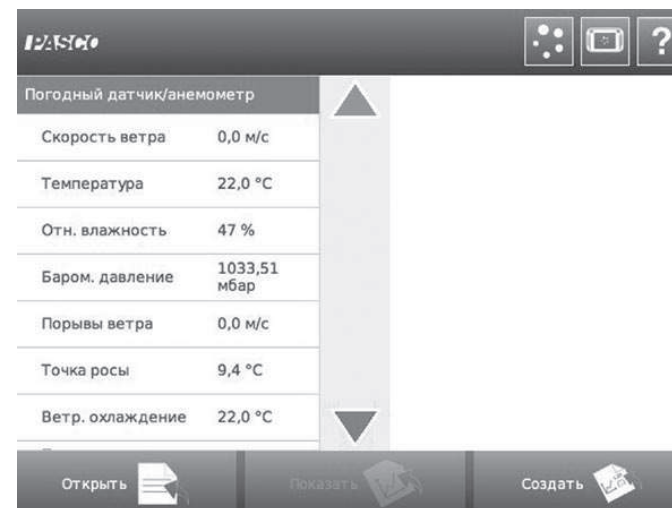

Рис. 3. Окно
6. При включении прибора с подключенным цифровым мультидатчиком погоды PASCO автоматически открывается окно, как показано на рис. 3.